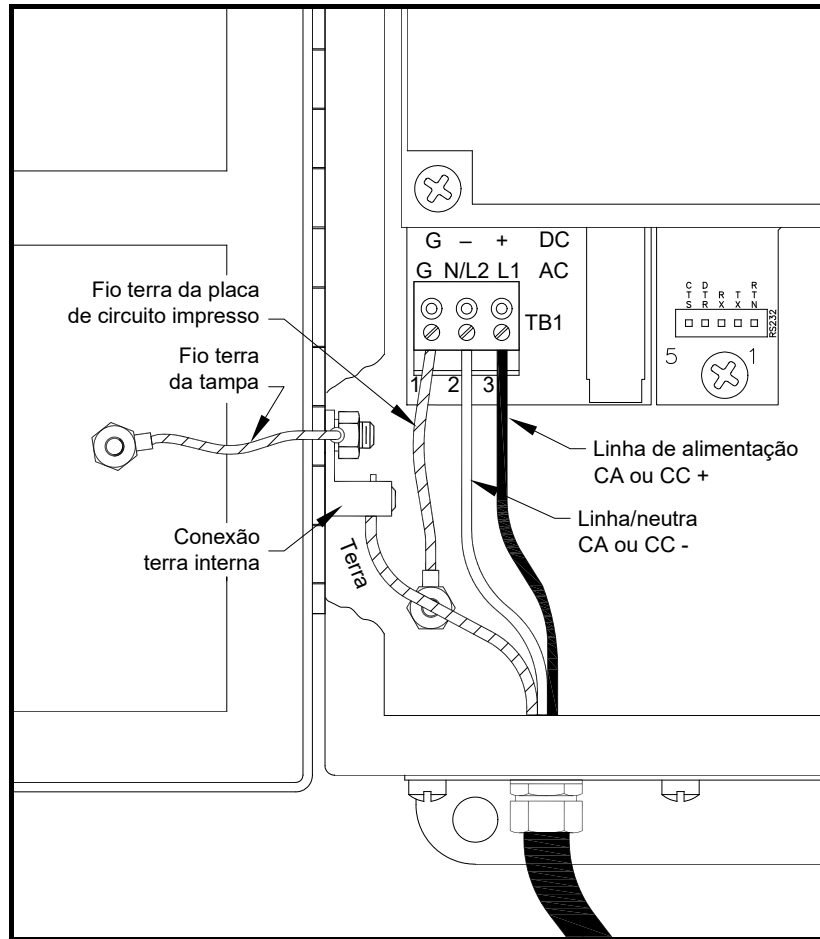
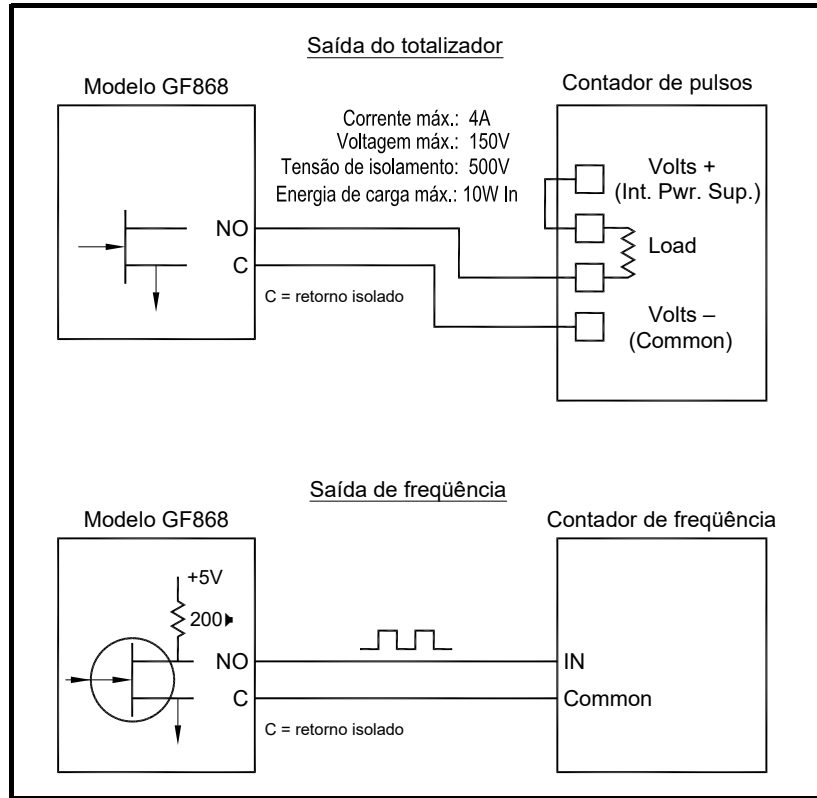
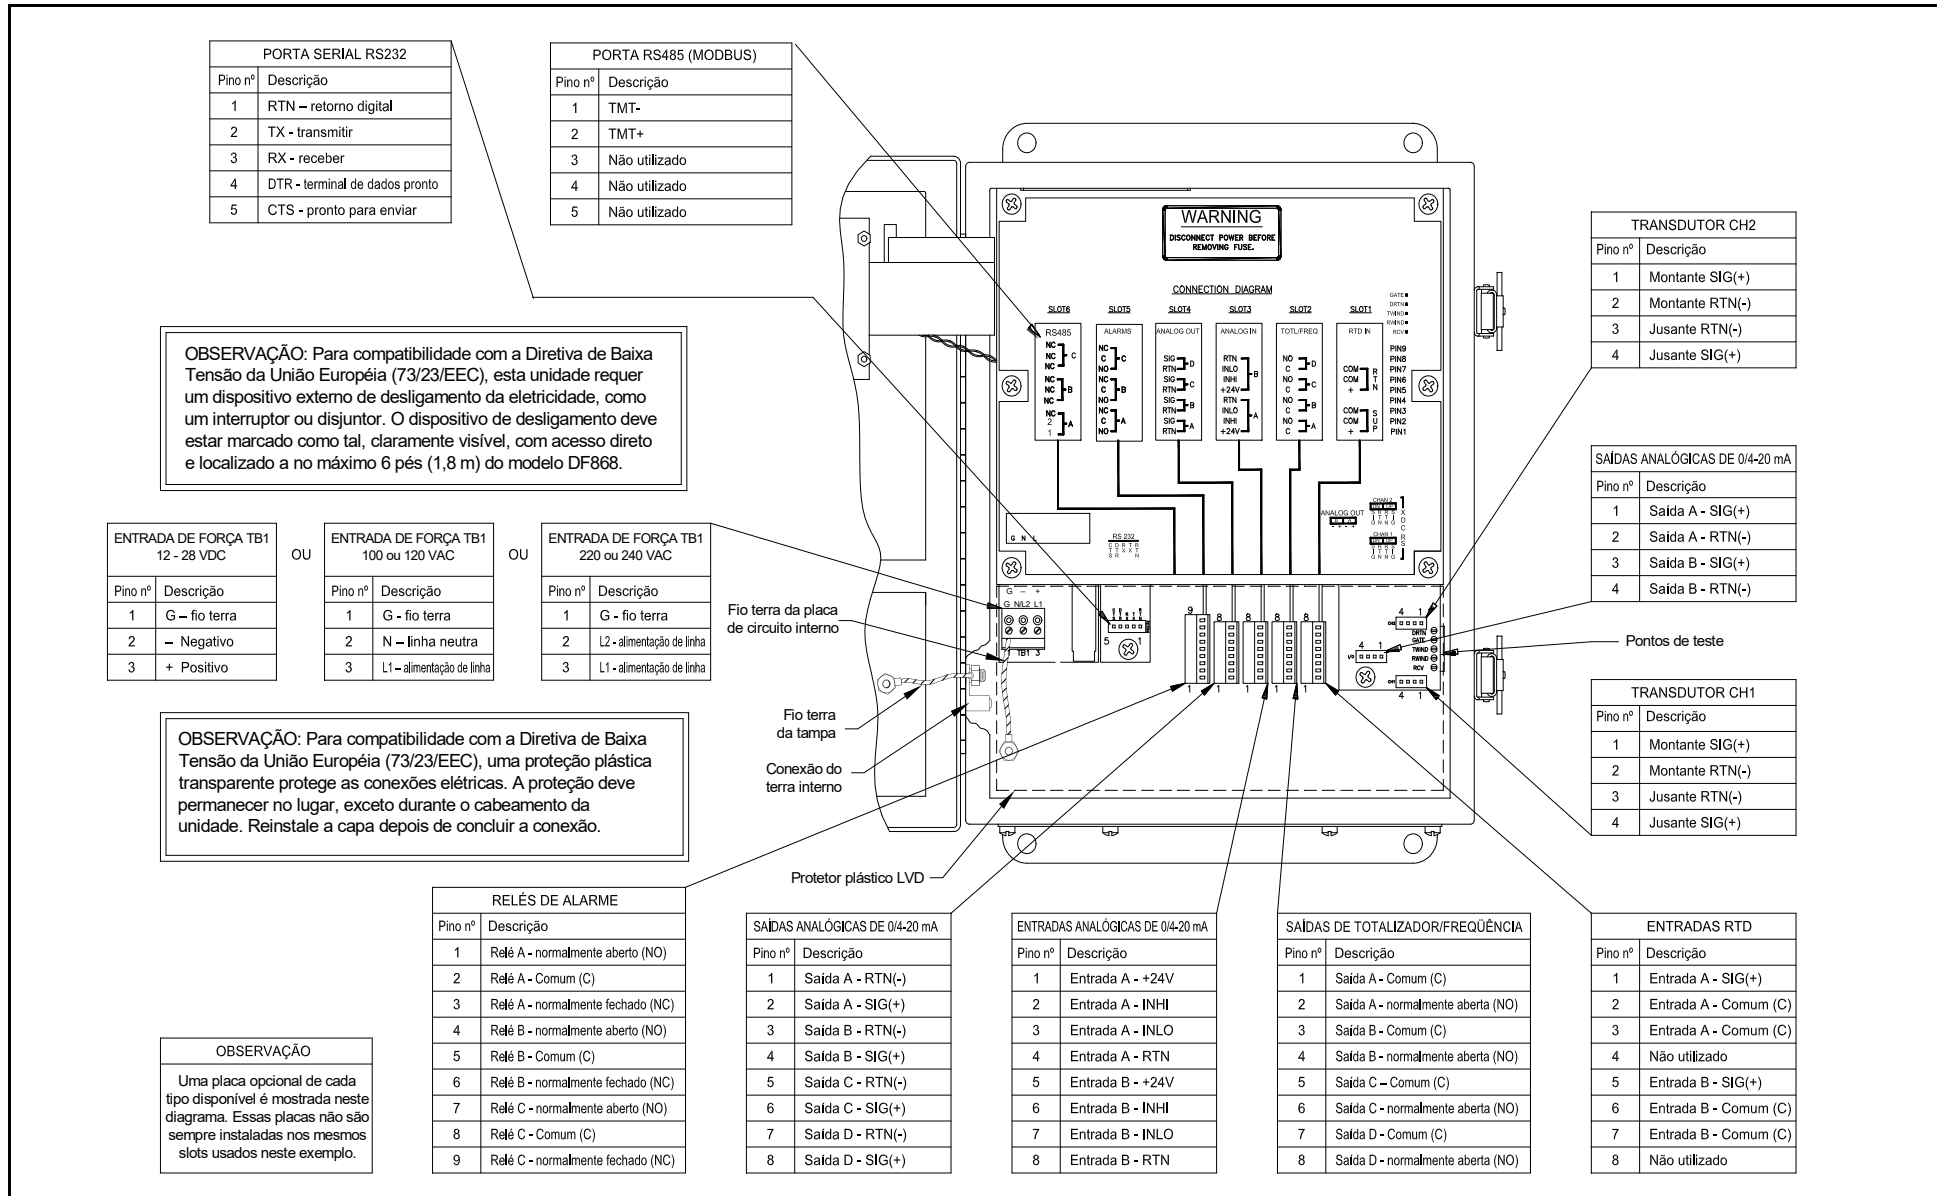
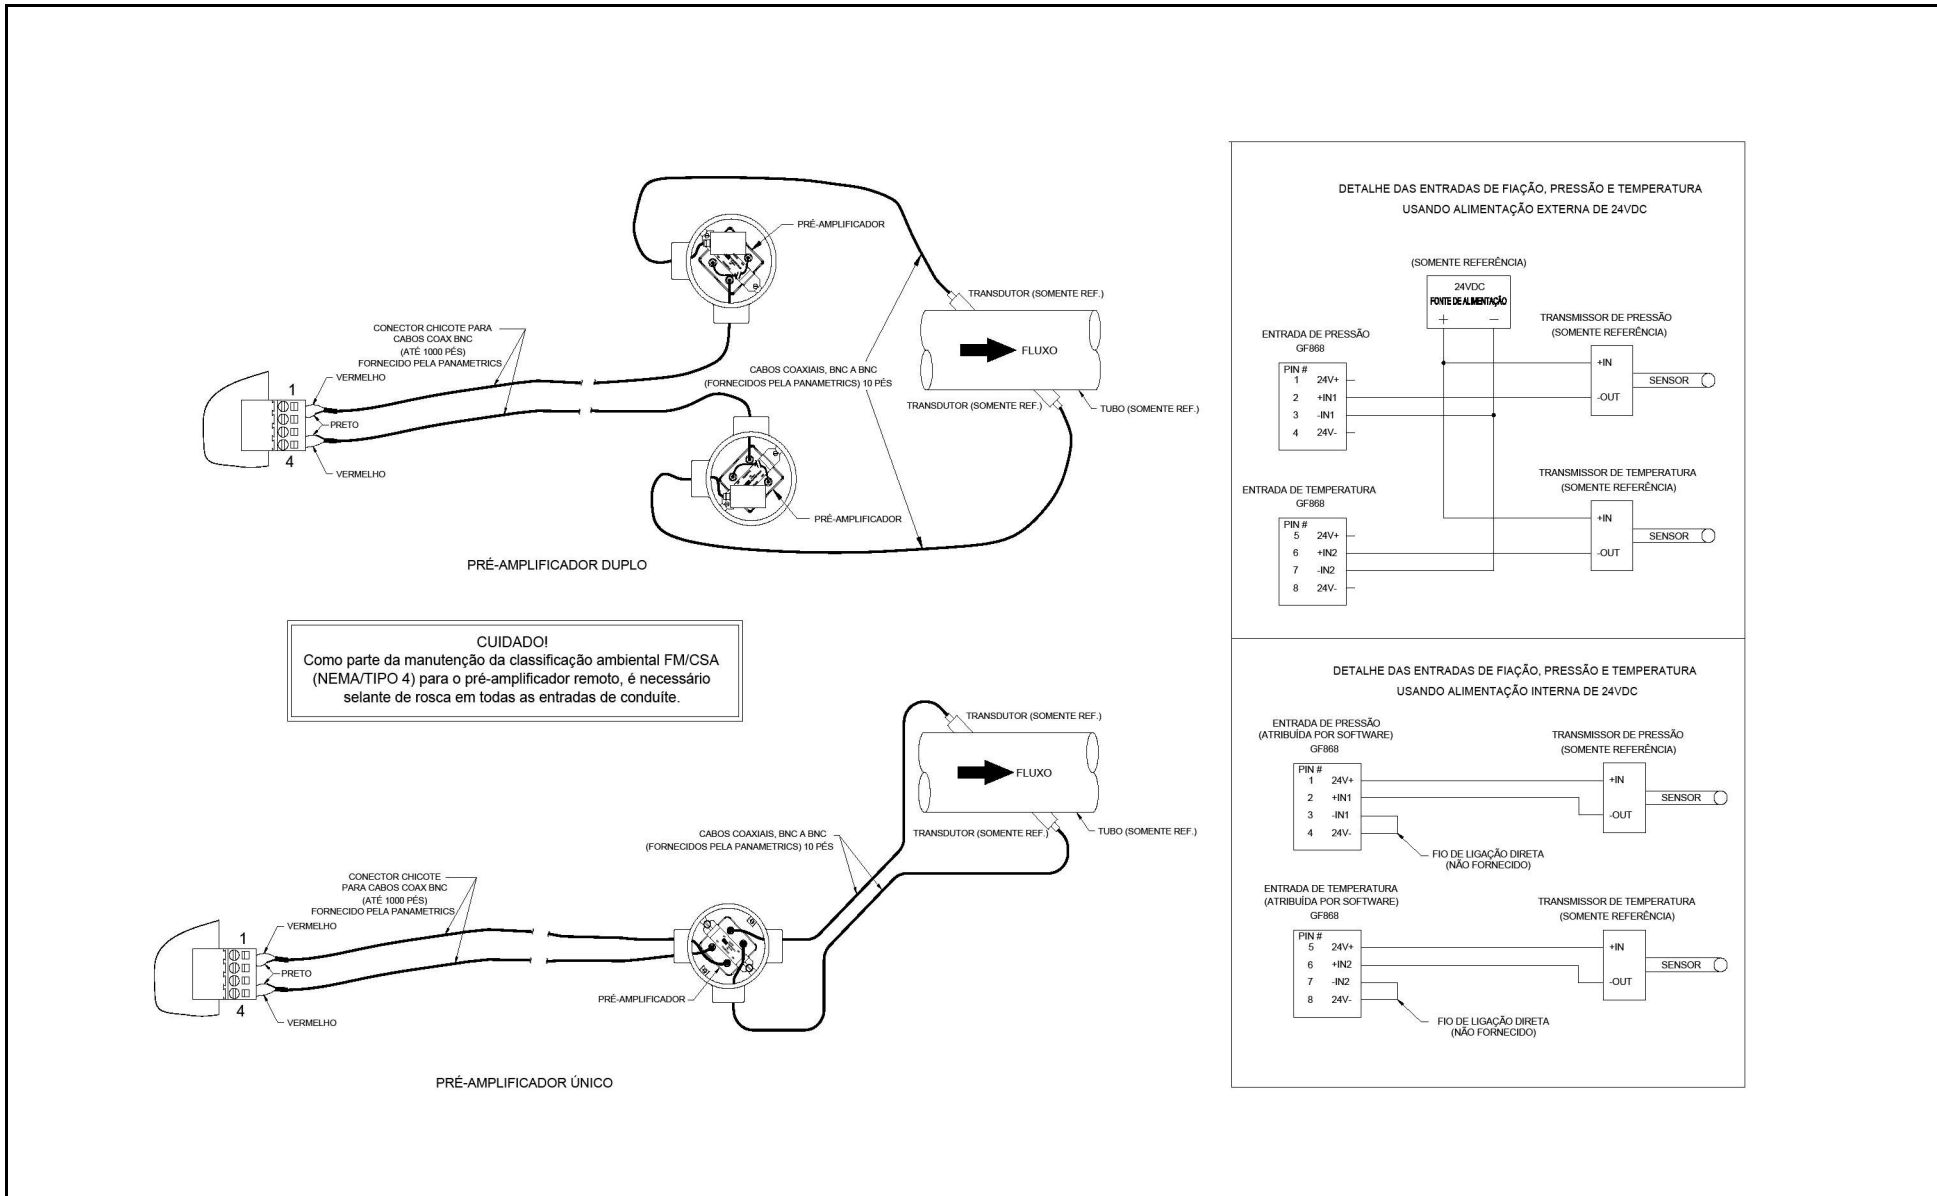

Figura 1-3: Conectando a linha de alimentação
Figura 1-7: Conexão das saídas de totalizador/freqüência
Figura 1-9: Fiação do console eletrônico do modelo GF868 (ref. dwg #702-213, fl 1)
Figura 1-10: Fiação do transdutor do modelo GS868 (ref. dwg #702-213, fl 2 de 2)
Consulte a Figura 1-3 na página 1-7 ou a Figura 1-9 na página 1-15 para localizar o bloco terminal TBI e conectar a linha de alimentação como segue:
3. Conecte o fio terra à conexão terra interna localizada no painel lateral do gabinete (consulte a Figura 1-3 abaixo).
4. Conecte o cabo de linha ou neutro (ou o cabo de alimentação -CC negativo) ao TBI-2 e o cabo de alimentação de linha (ou o cabo de alimentação +CC positivo) ao TBI-3 como mostrado na Figura 1-3 abaixo.
Use um cabo coaxial para fazer todas as conexões entre o console e os transdutores. Conecte os transdutores ao bloco de terminal CHI conforme a Figura 1-9 na página 1-15 e a Figura 1-10 na página 1-16.
Consulte a Figura 1-9 na página 1-15 e conecte os fios ao bloco de terminal de E/S, conforme mostrado.
A interface serial RS232 é conectada como DTE (equipamento de terminal de dados) e os sinais disponíveis no bloco de terminal RS232 do GF868 são mostrados na Tabela 1-1 abaixo. Consulte a Figura 1-9 na página 1-15 para localizar o bloco de terminal RS232 e execute as etapas a seguir para conectar o terminal.
Para conectar a porta serial RS485, consulte a Figura 1-9 na página 1-15 e execute as seguintes etapas:
Conecte os dois fios de alarme necessários para cada relé de acordo com as atribuições de número de pino mostradas na Figura 1-9 na página 1-15.
Conecte o bloco de terminal da entrada analógica de acordo com as atribuições de número de pino mostradas na Figura 1-9 na página 1-15.
Cada saída de totalizador/freqüência requer dois fios. Conecte esse bloco de terminal de acordo com as atribuições de número de pino mostradas na Figura 1-9 na página 1-15. A Figura 1-7 abaixo traz amostras de diagramas de fiação das saídas de totalizador/freqüência.
Cada entrada RTD requer três cabos. Passe os cabos por um dos orifícios de conduto na base central do gabinete. Conecte os cabos ao bloco de terminal da placa opcional de entrada RTD de 8 pinos, conforme mostrado na Figura 1-9 na página 1-15.